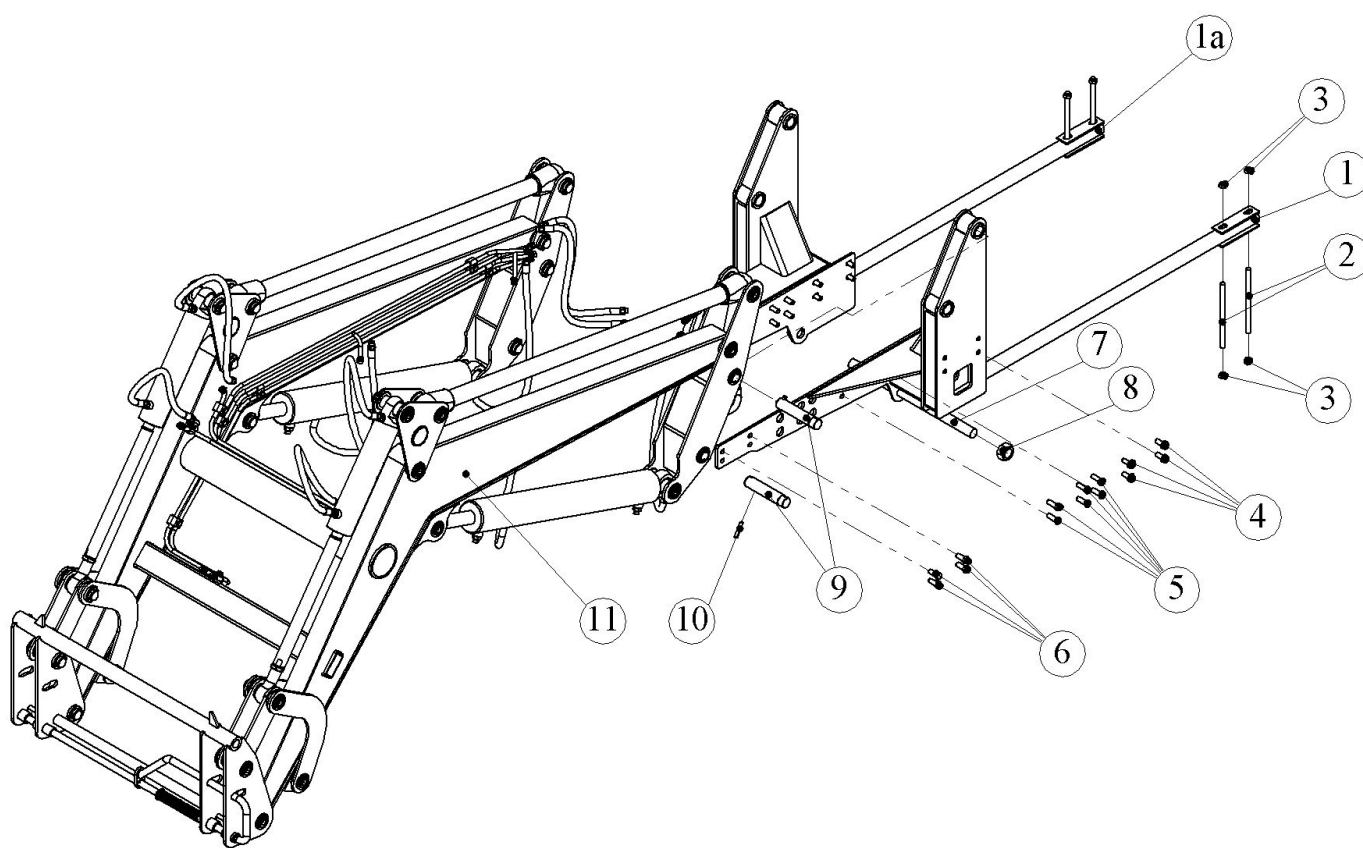

Рис. 7.1. Крепление подрамников и стрелы к трактору
7.1. Крепление подрамников и стрелы к трактору (рис. 7.1)